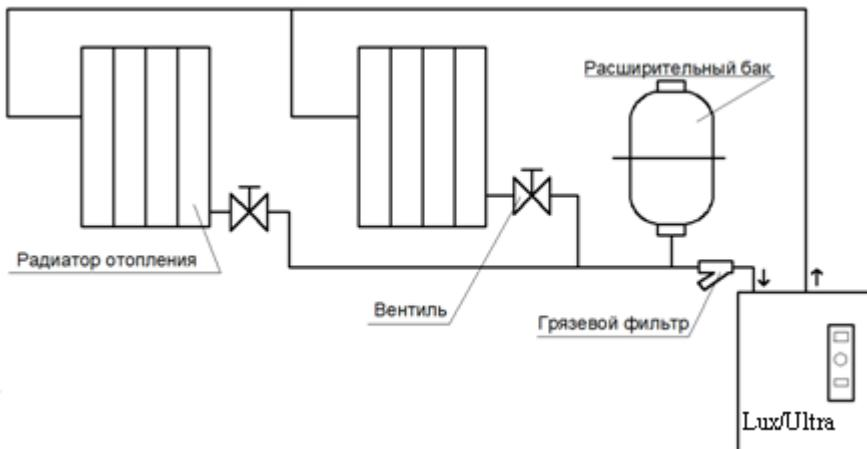

Рисунок 1. Общий вид замкнутой системы отопления
Водонагреватель предназначен для работы в автономной замкнутой системе отопления (см. рис. 1) с рабочим давлением от 1.2 до 3бар. Подобная система обычно состоит из нескольких обязательных элементов, большая часть которых уже включена в стоимость и конструкцию водонагревателя:
6.9. В системе отопления обязательно должен присутствовать мембранный расширительный бак (см. рис. 1). Объем расширительного бака зависит от объема жидкости в отопительной системе. Расширительный бак можно устанавливать в любой удобной точке системы, и он служит для удаления воздуха из системы и размещения прироста объема воды вследствие расширения её при нагреве.